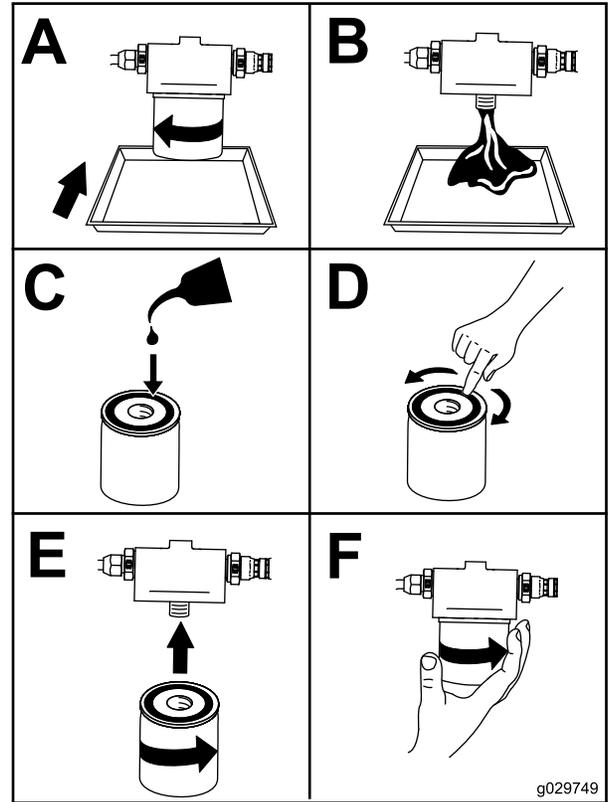

Рисунок 50
7. Замените масляный фильтр (Рисунок 50).